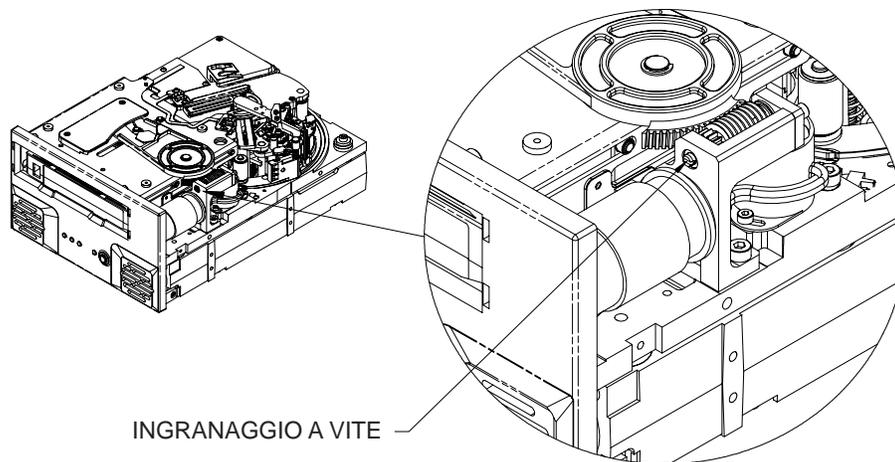

Figura 17. Diagramma del Viper 200 con ingranaggio a vite
2. Col cacciavite a lama piatta girare l'ingranaggio a vite in senso antiorario (verso sinistra). Nella Figura 17 si vede la posizione dell'ingranaggio a vite. In questo modo la cartuccia si solleverà lentamente scivolando in parte fuori dal drive.